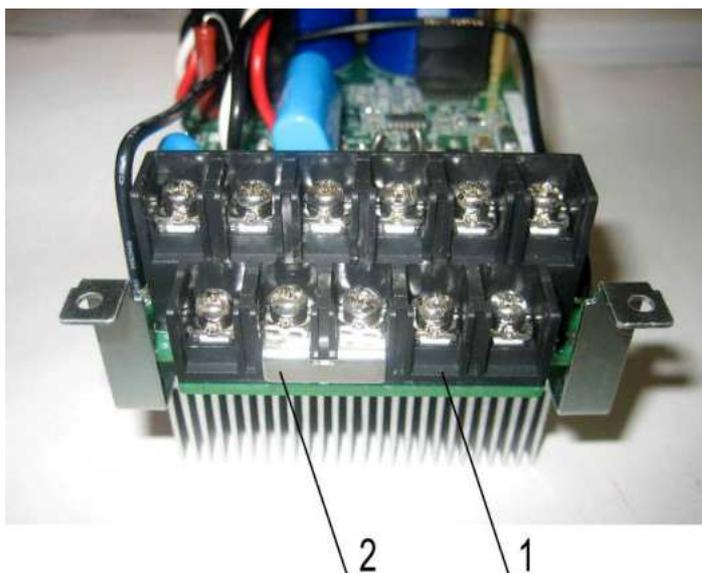

Рис. 7.15
7.3.13. Установить перемычку 2 на клеммник 1, вкрутив два винта (рис. 7.15).